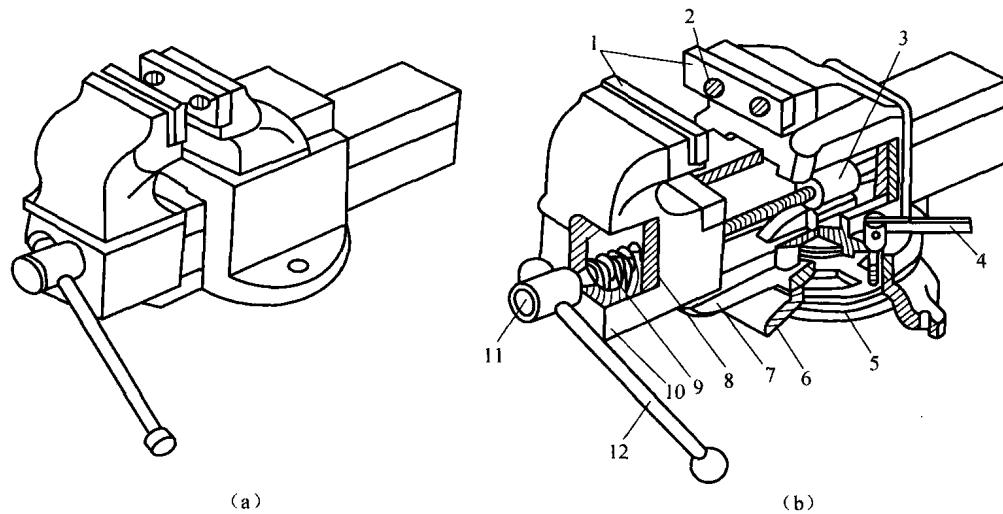

图 1.1-1 台虎钳
(1) 台虎钳。它是用来夹持工件的通用夹具,有固定和回转式两种结构形式(图 1.1-1),回转式台虎钳构造和工作原理为:活动钳身通过导轨与固定钳身的导轨孔作滑动配合。丝杠装在活动钳身上,可以旋转,但不能轴向移动,并与安装在固定钳身内的丝杠螺母配合。当摇动手柄使丝杠旋转,就可带动活动钳身相对于固定钳身做轴向移动,起夹紧和放松工件的作用。弹簧借助挡圈和销固定在丝杠上,其作用是当放松丝杠时,可使活动钳身及时退出。在固定钳身和活动钳身上,各装钢制钳口,并用螺钉固定。钳口的工作面上制有交叉网纹,使工件夹紧后不易产生滑动,钳口经过热处理淬硬,具有较好的耐磨性,固定钳身装在固定转座上,并能绕转座轴线转动,当转到要求的方向时,扳动手柄使夹紧螺钉旋转,便可在夹紧盘的作用下把固定钳身固定,转座上有个螺栓孔,用以与钳台固定。